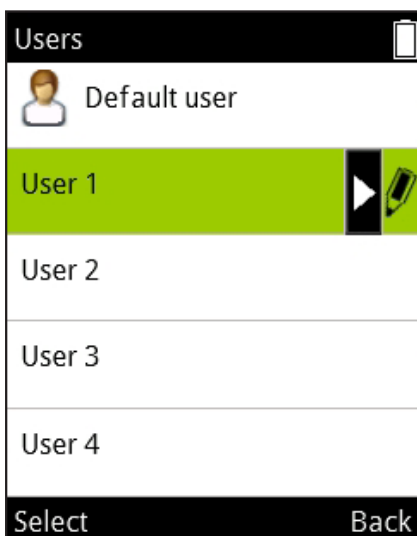

Imagen D55.
3. Aparece una lista con cinco espacios para usuarios (Imagen D55).